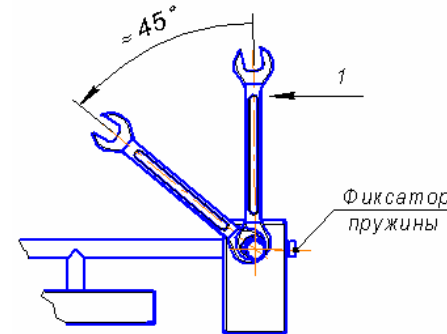

Рис.3
Для регулировки пружины следует выполнить следующие действия (см. рис.3):
- проверка работы пружинного механизма фиксации крышки сковороды и, при необходимости, его регулировка (п.9.4.4, рис.3);